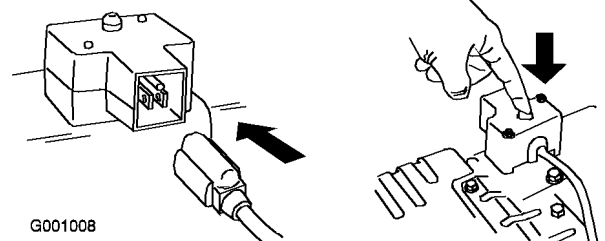

Figura 30
- Avviate lo spazzaneve usando la maniglia di avviamento a strappo o l'avviamento elettrico (Figura 30).